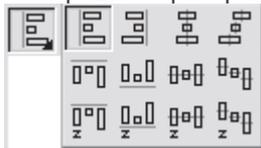

Рис. 1.50. Группа команд выравнивания
• Группа команд Выровнять (рис. 1.50) – позволяет выровнять габаритные параллелепипеды выделенных объектов одним из следующих способов: